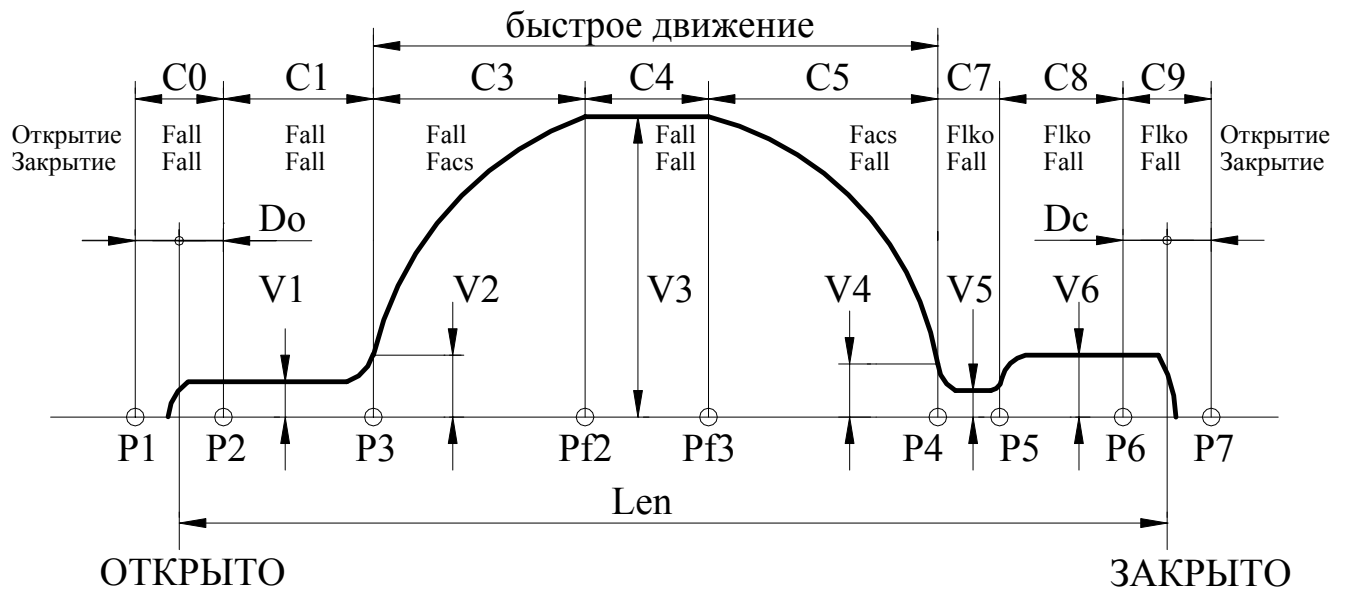

Рис.4. Траектория движения.
3.6.1. Рис.4, на котором показана траектория движения, отслеживаемая *Устройством*, поясняет назначение многих параметров, рассмотренных ниже. На рис.4 отображено также распределение сил на участках траектории отдельно при открытии и при закрытии (при переходе в режим удержания устанавливается соответствующая сила удержания).
- Если Var_sl=1, то точка препятствия запоминается и происходит замедление скорости движения при подходе к точке препятствия до $Vbar$. При отсутствии препятствия в том же месте, дальнейшее движение происходит по кривой, указанной на **рис.4**.
3.6.5.13. **Номер D** – C_vko (мм) – дополнительное смещение точки **P2 (рис.4)** для расширения диапазона удержания сигнала ВКО.
3.6.5.14. **Номер E** – C_vkz (мм) – дополнительное смещение точки **P6 (рис.4)** для расширения диапазона удержания сигнала ВКЗ.